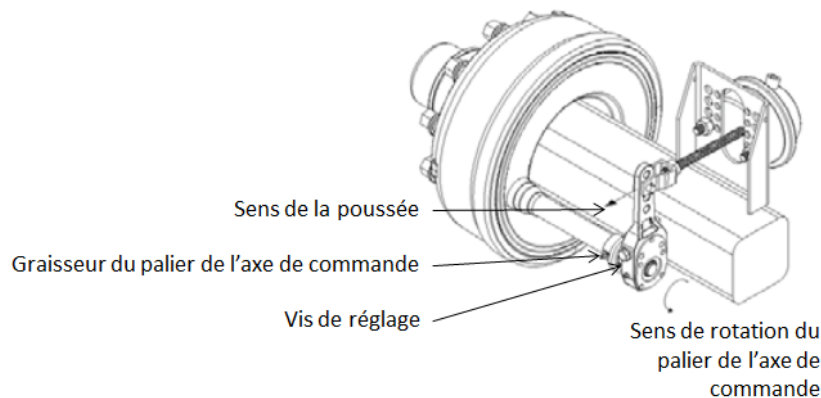

Figure 42 — Réglage d'un frein avec un levier réglable
- S'ils sont munis de graisseurs, graissez les paliers des axes de commande (cames) (voir la Figure 42). Graissez modérément pour éviter tout dépôt de graisse ou trace de graisse sur les garnitures et les tambours.
Si un levier réglable est installé, faites tourner le palier de l'axe de commande par rapport au levier en agissant sur la vis de réglage qui se trouve sur le levier réglable (voir Figure 42).
Respectez le sens de rotation du palier de l'axe de commande (voir Figure 42). Pour rattraper le jeu, tournez la vis de manière à ce que le palier tourne dans le même sens.